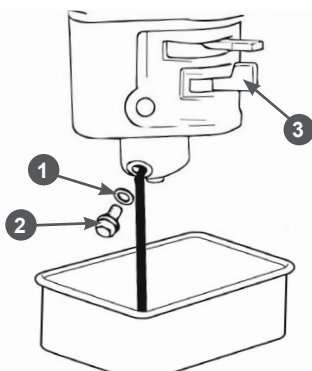

Рис. 27. Обслуживание карбюратора
1. Установите под карбюратор подходящую емкость (Рис. 27).
2. Установите рычаг топливного крана 3 в положение «ЗАКРЫТО» (Рис. 27).
3. Открутите болт 2 сливного отверстия и слейте топливо из поплавковой камеры карбюратора в подготовленную для этого ёмкость (Рис. 27).
1. Слейте топливо из топливного бака и карбюратора (Рис. 27).